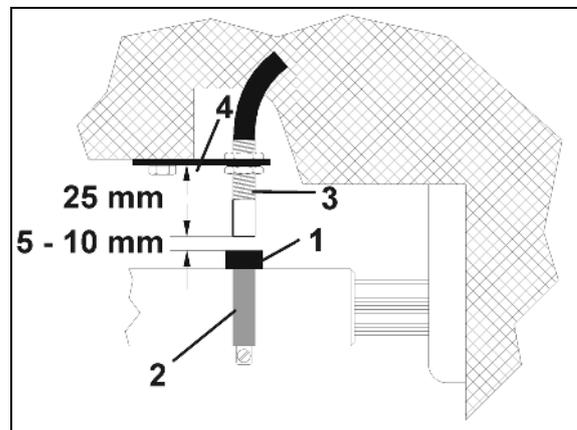

Fig. 103
1. Verteilen Sie die Magnete (Fig. 103/1) gleichmäßig auf einem Lochkreis in der Radmuschel vom Traktorvorderrad.
2. Montieren Sie Magnete (Fig. 103/1) mit Schrauben (Fig. 103/2) aus nichtmagnetischem Material (Messing-Schrauben oder V4A-Schrauben).
4. Montieren Sie den Sensor (Fig. 103/3) mit Universalhalter (Fig. 103/4) an Achsschenkel vom Traktorvorderrad – in Fahrtrichtung gesehen hinter der Achse.